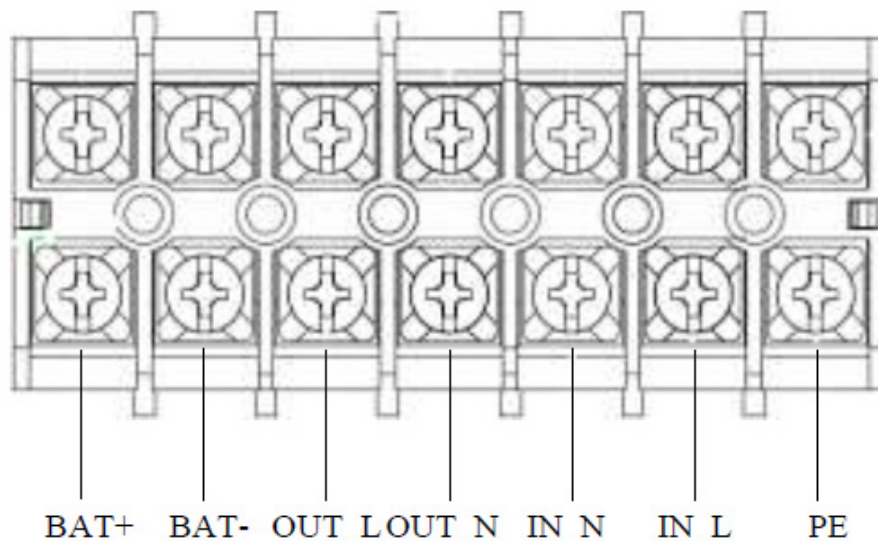

Рис. 4-1 Клеммная колодка
3. Нажмите кнопку холодного запуска для включения ИБП, как показано на рис.4.1. Нажмите кнопку «ВКЛ / ВЫКЛ» в течение 2,5 с, когда зуммер включен.